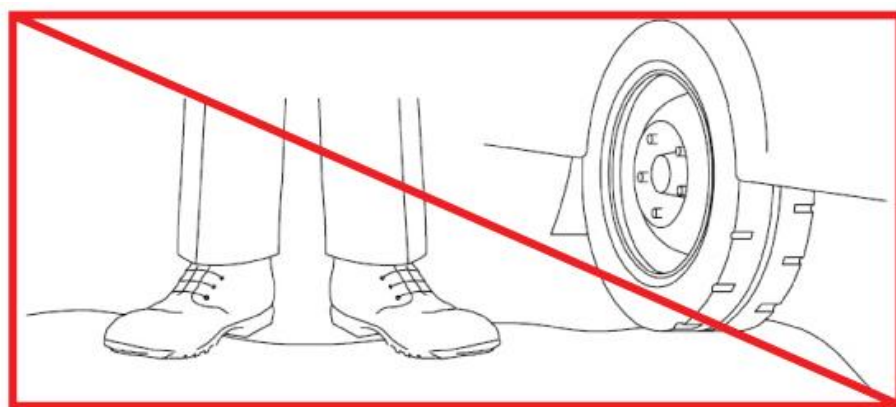

Рисунок 10 – Берегите КЧ от механических повреждений
4.4.2.3 Размотанный и подготовленный к монтажу КЧ следует предохранять от механических повреждений. Не допускается наступать на КЧ или разматывать его там, где возможен проезд по нему автомобиля, рисунок 10; в этом случае КЧ могут быть нанесены внутренние повреждения, не определяемые внешним осмотром.